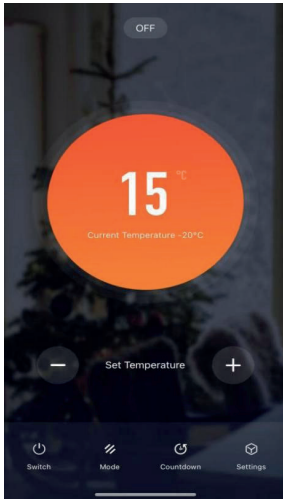

imagen 6
1. Usted puede operar el dispositivo por el móvil en WIFI o datos medio ambiente, entrar en la interfaz principal del dispositivo y verá la fuente de alimentación, el modo, el temporizador y Settings como se muestra en la imagen 6.